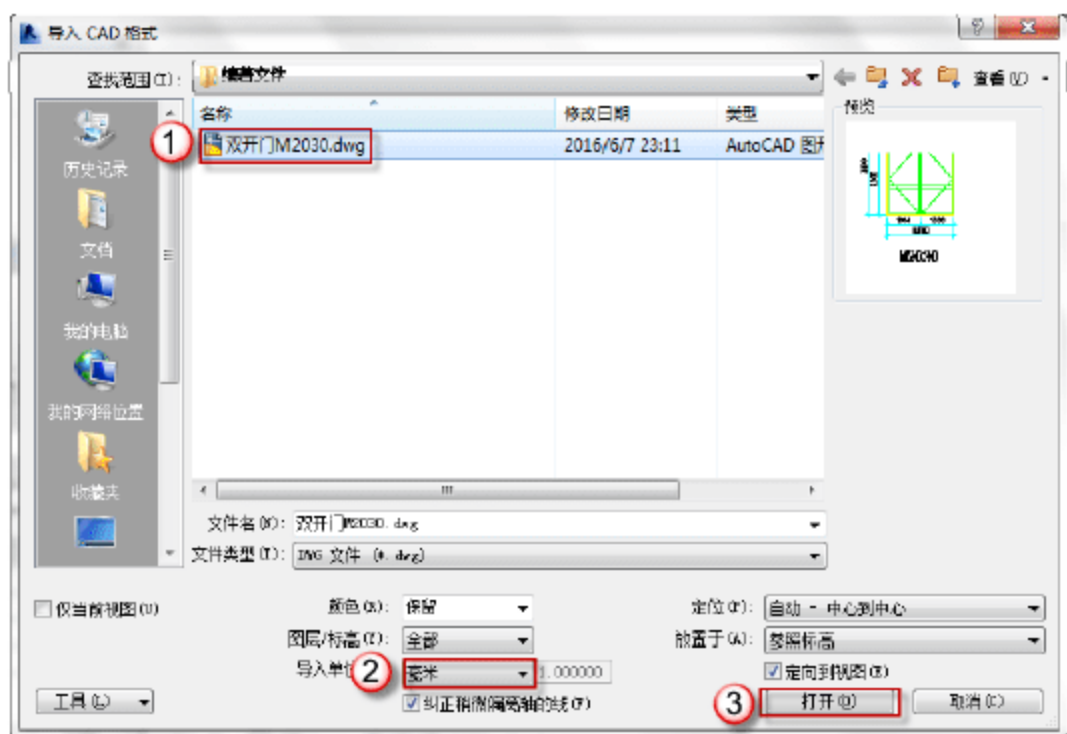

图 6.1.51 导入“双开门 M2030.dwg”文件
(7) 导入 CAD 图形。选择“插入”→“导入 CAD”命令，弹出“导入 CAD 格式”对话框，选择“双开门 M2030.dwg”文件，将“导入单位”改为“毫米”，单击“打开”按钮，如图 6.1.51 所示。